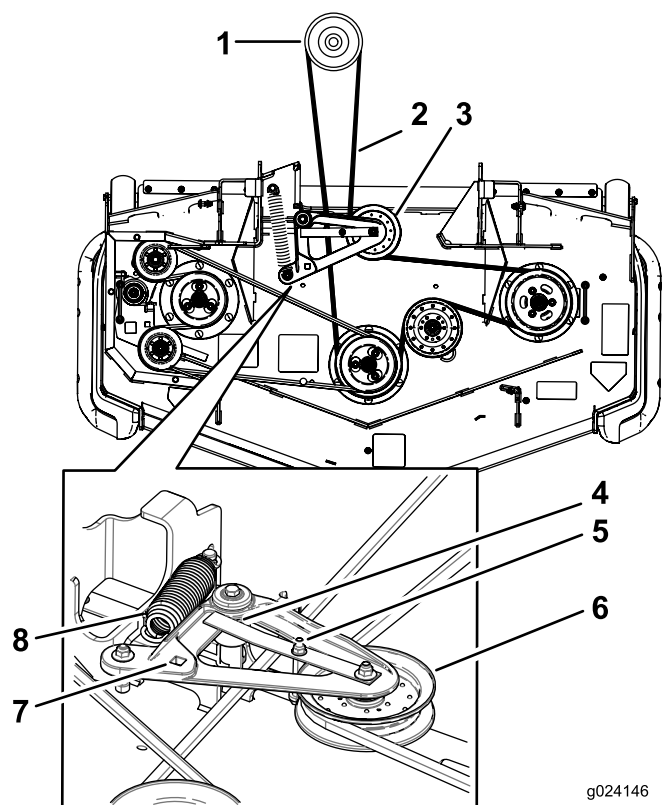

Figura 98
- Sollevate la bacinella e inserite il cricchetto nel foro quadrato del tendicinghia del piatto di taglio (Figura 98).
- Ruotate il tendicinghia del piatto di taglio in senso orario, sollevate l'aletta guidacinghia e rimuovete la cinghia del piatto di taglio dalla frizione (Figura 98).